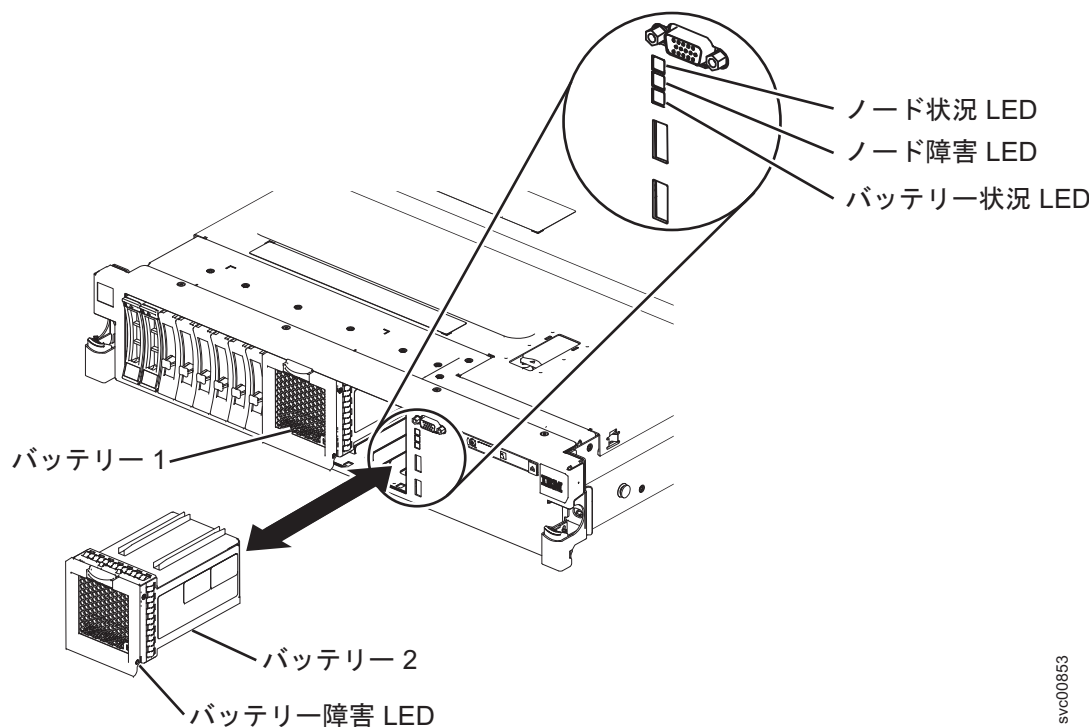

図 181. SAN ポリューム・コントローラー 2145-DH8 ノードのバッテリーの交換
3. 図 181 に示すように、バッテリー・アセンブリーをバッテリー・スロット・ガイド・レールに位置合わせします。